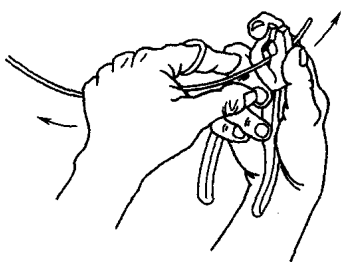

图 1-1 钢丝钳剖削
② 然后用右手握住钢丝钳头部并用力向外勒出塑料绝缘层，如图 1-1 所示。
③ 剖削出的芯线应保持完整无损，如损伤较大应重新剖削。
(2) 芯线截面大于 4mm^2 的塑料硬线，可用电工刀来剖削绝缘层，具体操作方法如下。